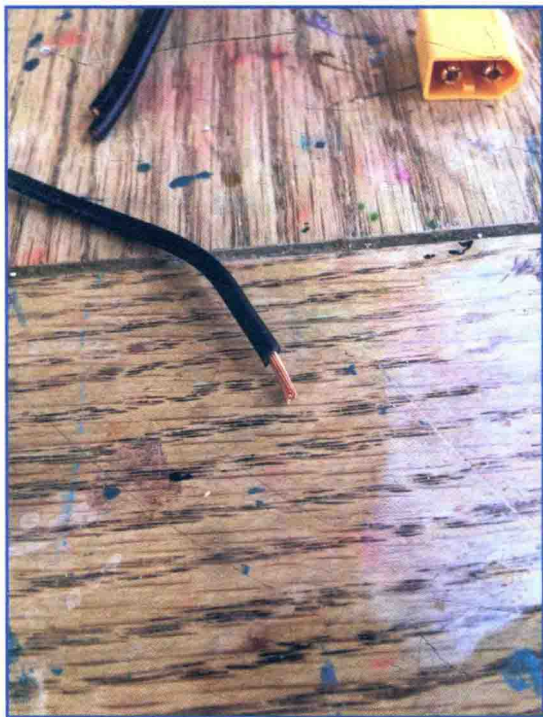

图 10.13 你需要为每个组件准备一条黑线和一条红线
1. 切割长度约为 5 英寸（12.7 厘米）的 16 号线。你需要为每个需要电源的组件准备一条红线和一条黑线——每个马达一对！对每条电线，从一端剥去半英寸（1.27 厘米）绝缘层，另一端剥去 1/4 英寸（0.63 厘米）。图 10.13 展示了外观。